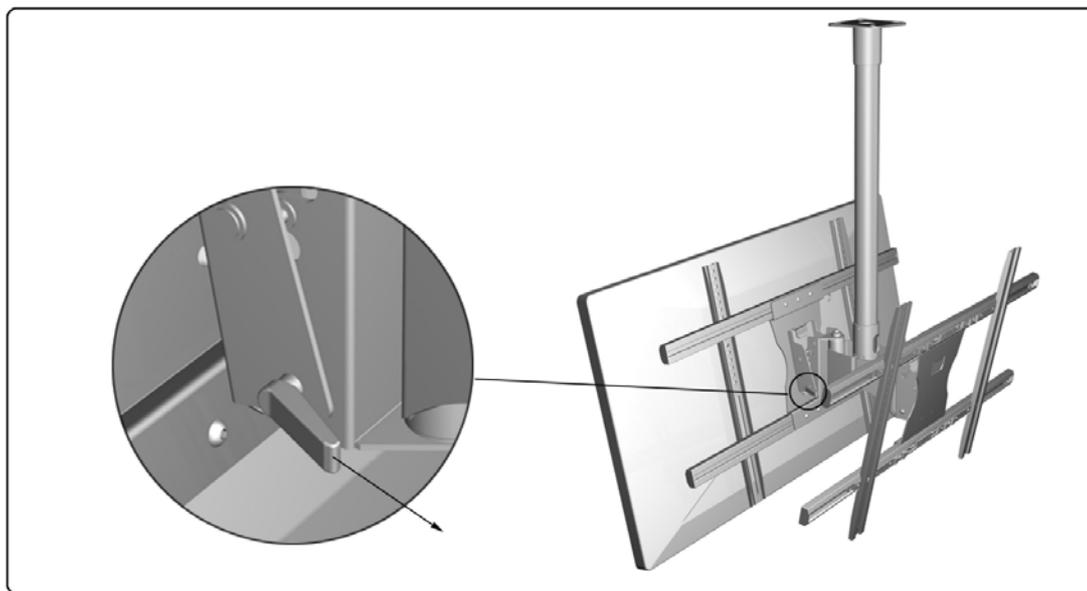

图 7-3
- 松开紧固手柄，即可扳动支架，待调整到合适的倾角后，即重新拧紧紧固手柄，在一般情况下即使不锁紧手柄，其倾角也不会变化（如图 7-3）。